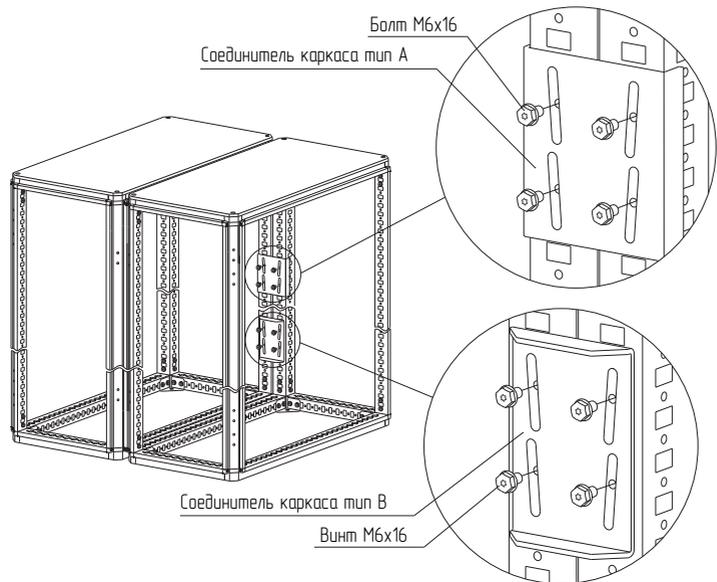

Рисунок 66
4.36.4 Установить соединительные пластины в местах, необходимых для стягивания каркасов, вкрутив по 4 болта М6х16 в каждую пластину на 3 – 4 оборота (рисунок 66). Пластины должны быть равномерно распределены по высоте вдоль стоек каркаса.